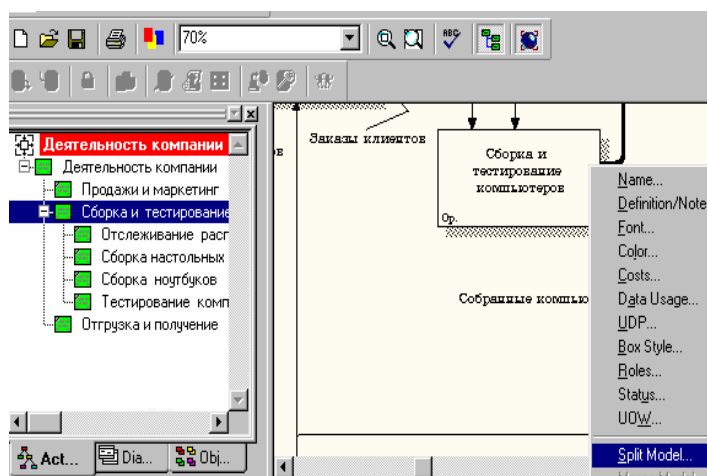

Рис. 74. Пункт контекстного меню **Split model**
1. Перейдите на диаграмму A0. Правой кнопкой мыши щелкните по работе "Сборка и тестирование компьютеров" и выберите **Split model** (разделить модель) (рис. 74).